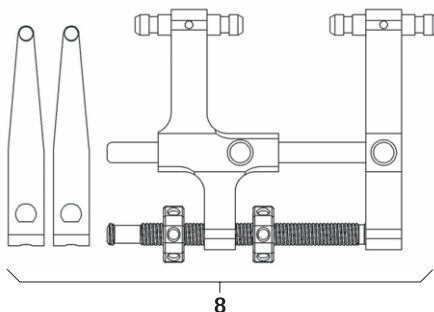

Рис. 13
- Установить дистрактор 8 с дистракционными пластинами, см. Рис. 13.